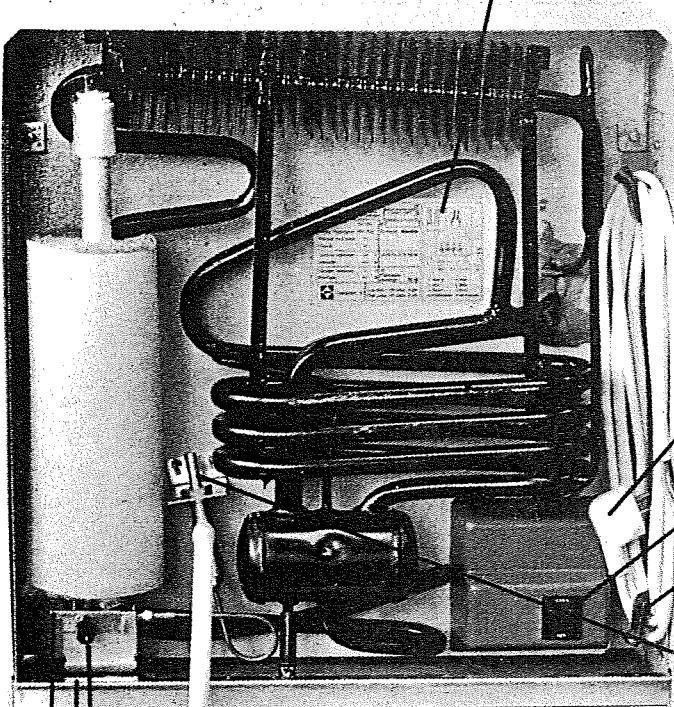

Fig. 1
- Raccordez le tuyau **H** (Fig. 1 et 2) à l'embout du détendeur, vérifiez que ce tuyau soit bien mis en place sur le raccord annelé du réfrigérateur.
- Push the tube **H** (Fig. 1+2) onto the nozzle of the regulator, check that the tubing is firmly in place on the inlet nozzle of the fridge.
- Schrauben Sie den Schlauch **H** (Abb. 1 + 2) auf den Gewindestutzen des Reglers und überzeugen Sie sich, daß das andere Ende des Schlauches ordnungsgemäß an der Kühlbox angeschlossen ist.
- Vérifiez que l'interrupteur inverseur **E** (Fig. 1 et 3) est en position milieu.
- Faites glisser le volet **N** (Fig. 1 et 2) vers la droite.
- Appuyez à fond sur le poussoir de la vanne de sécurité gaz **G** (Fig. 1 et 2) avec l'index de la main gauche.
- Attendez 30 secondes environ, et, sans relâcher le poussoir **G** tournez brusquement le bouton d'allumeur **L** (Fig. 1 et 2) entre le pouce et l'index de la main droite pour produire une gerbe d'étincelles (dans le sens des aiguilles d'une montre)
- Check that the voltage switch is in the middle position (Fig. 1+3).
- Fully press the gas safety knob **G** (Fig. 1+2) with the index finger of the left hand.
- Prüfen Sie, daß der Umschalter **E** (Abb. 1 + 3) in der mittleren Stellung ist.
- Den Schieber **N** (Abb. 1 + 2) nach rechts schieben.
- Den Knopf **G** (Abb. 1 + 2) der Zündsicherung mit dem Zeigefinger der linken Hand eindrücken.
- Ungefähr 30 Sekunden warten ohne den Knopf **G** loszulassen, dann mit einer schnellen Bewegung den Knopf **L** (Abb. 1 + 2) des Zünders mit Daumen und Zeigefinger der rechten
Montez sur le fil 12 volts **D** (*Fig. 1*) une prise mâle correspondant à la prise femelle de l'installation 12 V : prise allume-cigare, prise à 2 broches 6/8 ampères, pinces crocodiles, domino, etc.
Mettez l'interrupteur inverseur **E** (*Fig. 1 et 3*) en position 12 V.